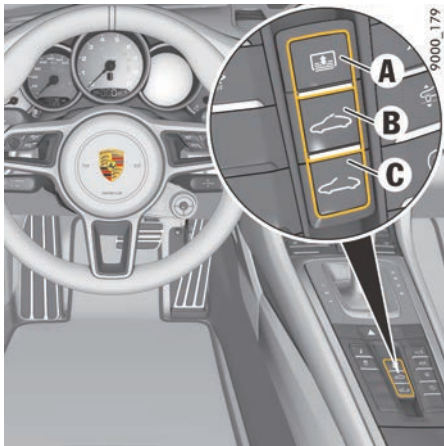

图 144: 操作可倾 / 滑动式玻璃天窗
2. 拉动按钮 **C**（第 177 页的图 143 或第 178 页的图 144）并保持在第一级档位，直到可倾 / 滑动式天窗关闭并停止在关闭位置。
- ▶ 使用按钮 **A**（第 177 页的图 143 或第 178 页的图 144）为遮阳卷帘重复步骤 1-4。